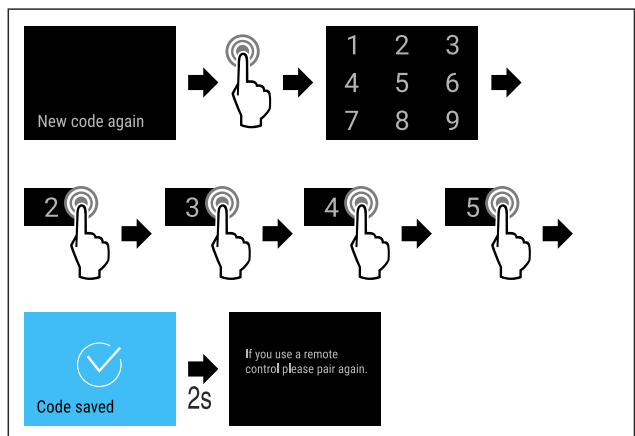

Fig. 83
- ▶ Провести етапи операцій (див. Fig. 83).